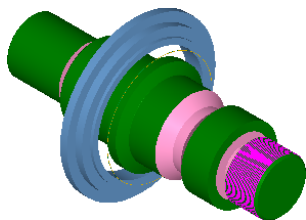

图 19.24 仿真结果
(1) 在 **刀具路径管理器** 选项卡中单击 **✓** 按钮, 然后单击“验证已选择的操作”按钮 , 系统弹出“Mastercam Simulator”对话框。
(2) 在“Mastercam Simulator”对话框中单击  按钮, 系统将开始进行实体切削仿真, 结果如图 19.24 所示, 然后单击 **✗** 按钮。